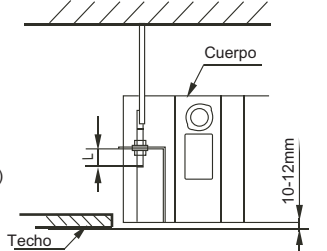

Fig.5-6
- Ajuste la posición para asegurar que se mantengan parejos los huelgos entre el cuerpo principal y los cuatro lados del techo. La parte inferior del equipo debe estar dentro del techo unos 10~12 mm (consulte la Fig. 5-6).